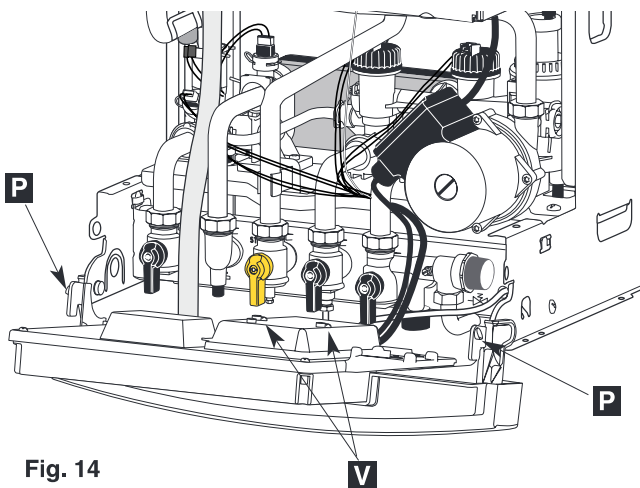

Fig. 14
- dévisser les deux vis **V** (fig.14) de fixation du capot de protection, ôter le capot.